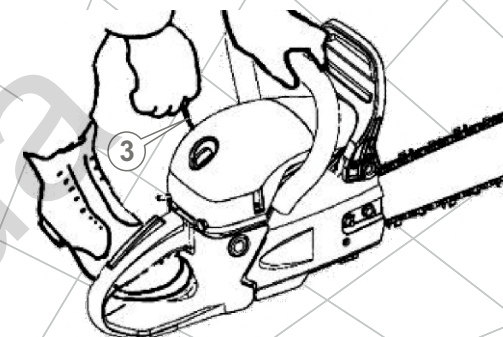
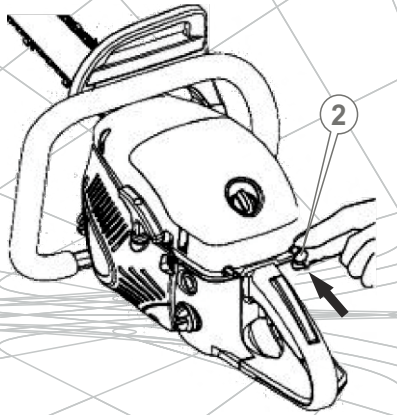

Рис. 15
Рис. 17
6. Установите бензопилу на ровной поверхности. Удерживайте изделие, как показано на рисунке (см. рис. 15).
8. Приведите в действие стартер двигателя: вначале осторожно потяните на себя рукоятку стартера (3) (см. рис. 15), пока не ощутите сопротивление. Ощувив сопротивление, верните рукоятку в исходное положение, а затем резко потяните на себя рукоятку стартера. Проведите данную процедуру 2-3 раза, пока двигатель не начнет «схватывать». Как только двигатель начнет «схватывать», остановите процесс запуска бензопилы и сразу же откройте воздушную заслонку карбюратора, установив ручку заслонки в исходное положение (см. рис. 17).